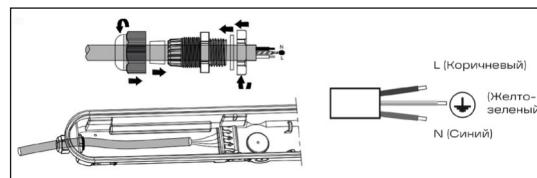

Рис. 4
- Вставьте кабель в кабельный ввод и подключите к клеммному блоку (рис. 4).